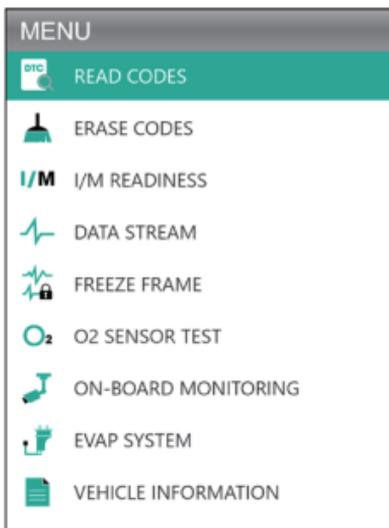

Figura 3.2.2
2. Para recolher o DTC, seleccionar Read Codes (Veja Figura 3.2.2), e premir [OK]. Esta ferramenta de digitalização irá comunicar com a ECU e apresentar-lhe os DTCs.